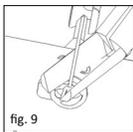

fig. 9
■ **fig. 9** Pour terminer, couper le fût près du plateau avec la pince coupante (REF 8000 171). On obtient ainsi un mandrin qui facilitera la fixation du greffon entre le plateau de la prothèse et la membrane tympanique et prévient une dislocation post-opératoire. La longueur du mandrin peut être modifiée mais elle doit être adaptée à l'épaisseur du greffon prévu.
■ **Fig. 9** Infine con la pinzetta (REF 8000 171) tagliare il gambo vicino alla testa (Fig. 9). Il pin che così viene a formarsi sulla testa faciliterà in seguito il fissaggio dell'innesto tra testa e membrana timpanica e servirà a prevenire una dislocazione postoperatoria. La lunghezza del pin può essere variata, ma deve essere comunque in correlazione con il spessore dell'impianto previsto.